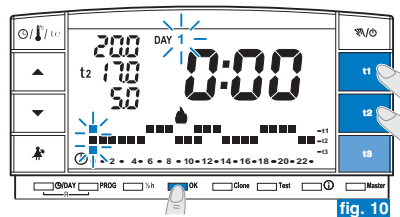

fig. 10
- Confermare per ogni ora del giorno il tipo di temperatura desiderata (Comfort, Economy, Assenza) premendo i tasti **t1**, **t2** e **t3** (ad ogni pressione avviene la conferma e lo spostamento del digit all'ora successiva, l'ora corrispondente è mostrata sul display) sino a completare il diagramma giornaliero di 24 ore relativo al giorno di **Lunedì**; i due digit lampeggiano sull'ora **0:00** (es. fig. 10).